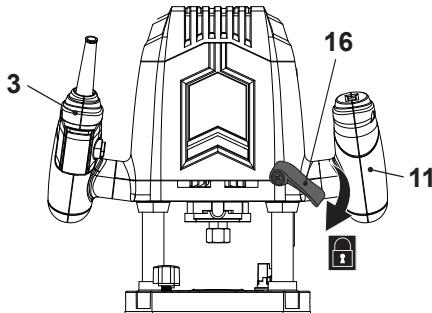

Fig. 1
- > Pressione ligeiramente as pegas (3, 11) e ao mesmo tempo solte a alavanca de fixação da profundidade (16) para mover a carcaça para cima (Fig. 1, 2).